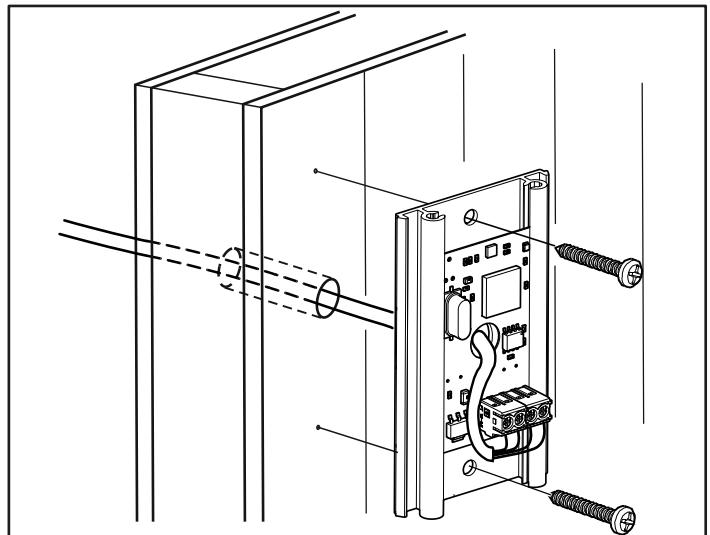
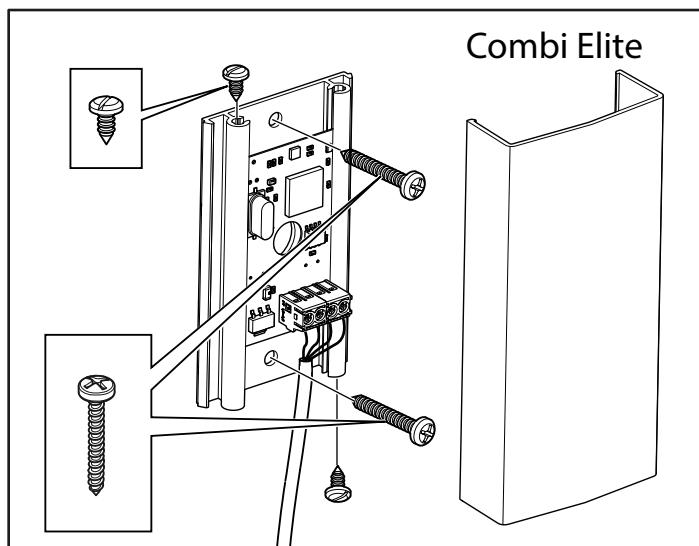

Fig 17 : Ledningsdragning genom vägg.
Fig 16: Montering av sensorn, Kabeln
14. Montera sensorn på väggen se Fig 16. Termistorledningen kan även dras igenom väggen. Täta eventuella hål i väggen bakom sensorn, se Fig 17. Termistorledningen kan förlängas utanför bastun med svagströmsledning (4-ledare).